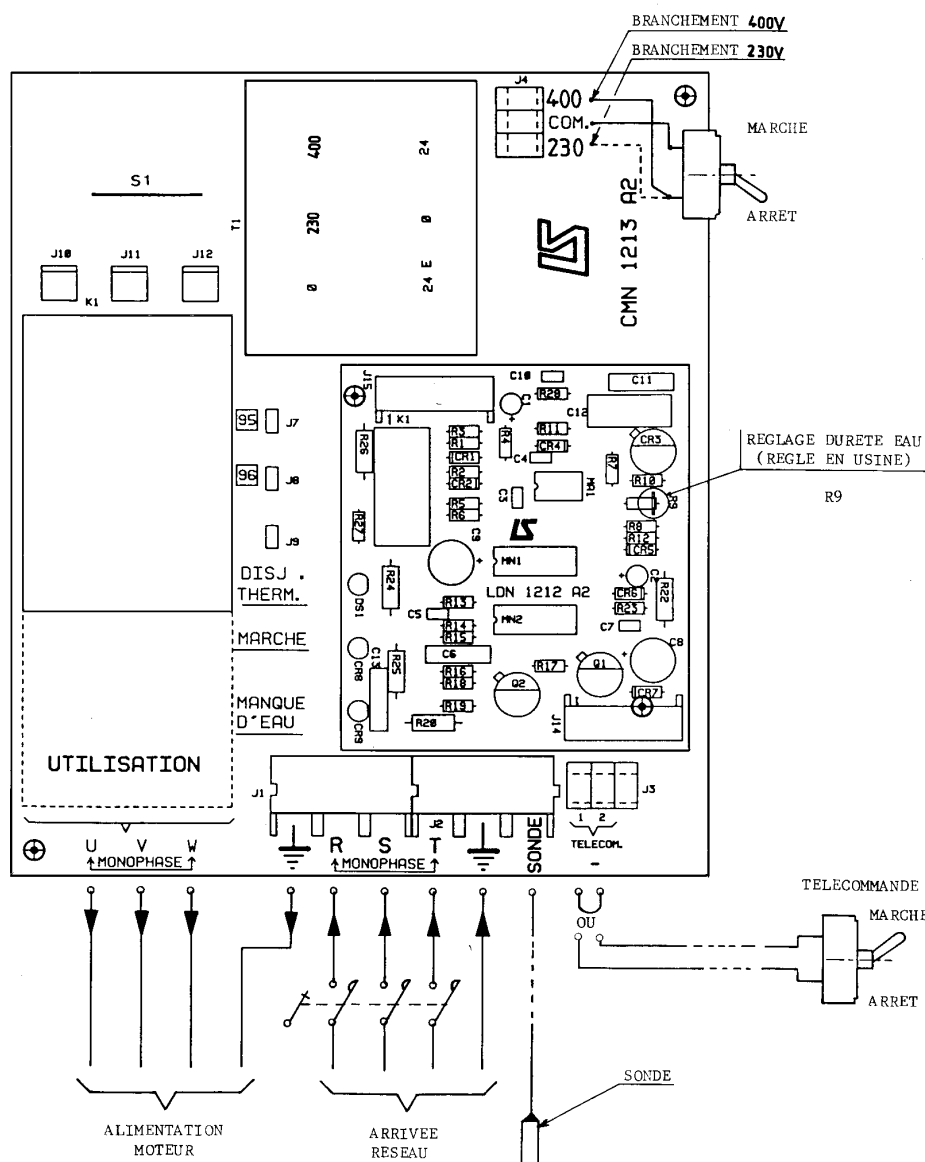

fig. 6
- Suivant la tension du réseau (230 V ou 400 V) brancher le fil venant du bouton marche/arrêt à la borne correspondante (fig. 6).
- Raccorder le réseau électrique conformément au schéma ci-dessous (fig.6)
- Tourner légèrement le potentiomètre de réglage rep : R 21 de la figure 6 dans le sens horaire pour augmenter le temps de temporisation ou dans le sens anti-horaire pour le réduire.
- 3 - Tourner légèrement le potentiomètre de réglage de la dureté rep : R 9 de la figure 6 dans le sens horaire.